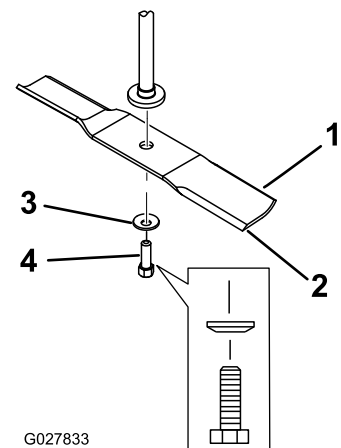

Bild 63
2. Entfernen Sie die Messerschraube, Wellenscheibe und das Messer von der Spindelwelle (Bild 63).
1. Setzen Sie das Messer auf die Spindelwelle (Bild 63).
2. Setzen Sie die Wellenscheibe (Kappenseite zum Messer) und die Messerschraube ein (Bild 63).